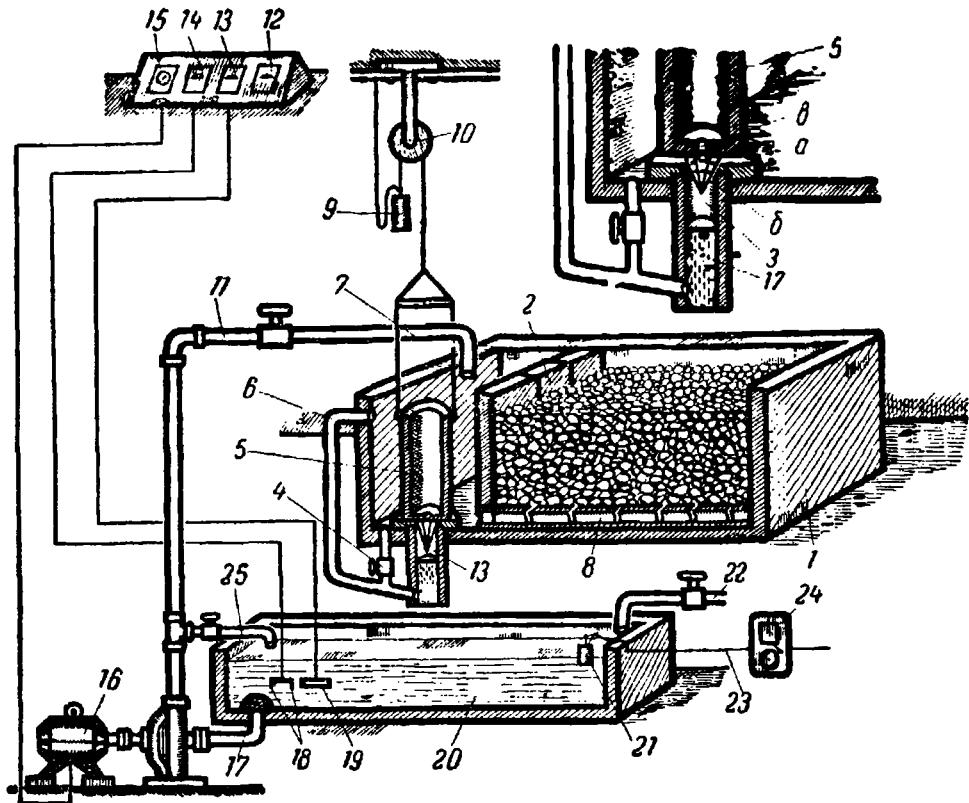

Рис. 36. Схема устройства гидропонной установки системы Рёшлер:
Питательный раствор должен оставаться в резервуаре примерно 20 минут для полного насыщения гравия и только после этого снова освобождать резервуар. Как же достигается автоматизация в этом случае? Оказывается очень просто: в дне запирающего стакана (5) просверлено маленькое отверстие *v* (рис. 36, увеличенная деталь схемы в правом верхнем углу), через которое из стакана медленно и непрерывно вытекает раствор. Отверстие должно быть именно такого диаметра, чтобы примерно через 20 минут вес пустеющего стакана стал меньше веса уравновешивающего его груза (противовеса) (9), и тогда стакан поднимется кверху, открывая выход для раствора.